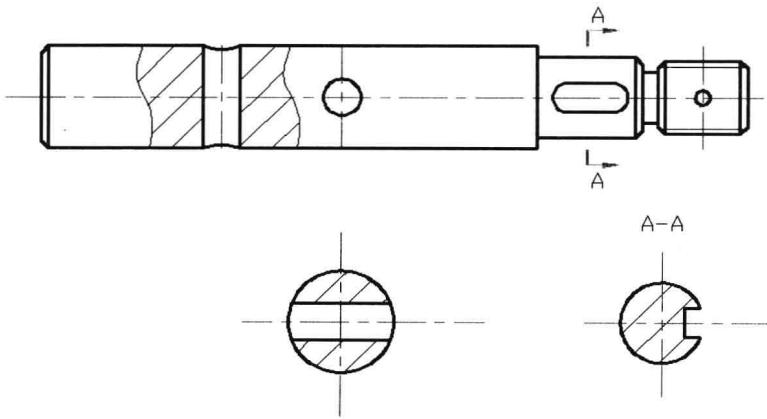

图 5-4-5
(6) 单击“添加：拾取点”按钮，暂时关闭对话框，在断面图和局部剖视图内部单击，按 Enter 键，单击“确定”按钮，填充效果如图 5-4-5 所示。